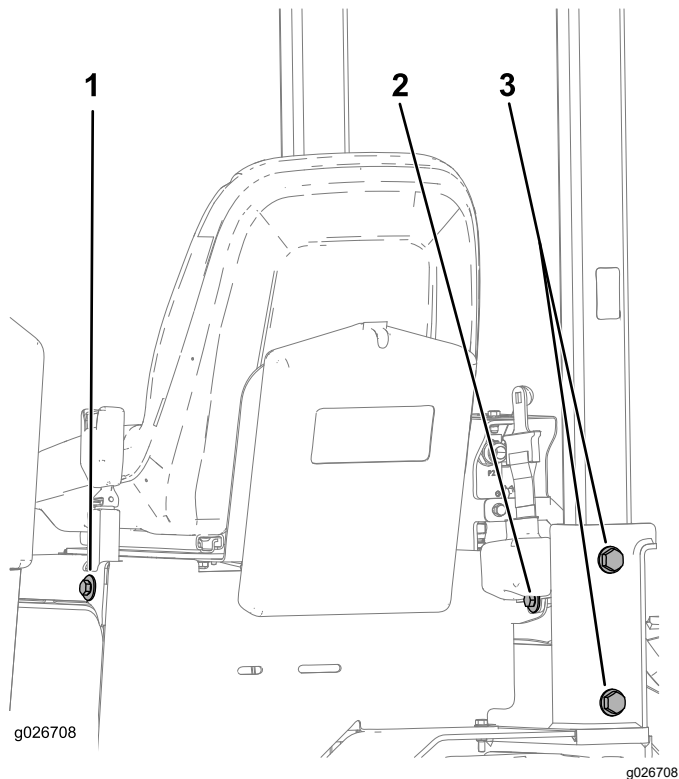

Рисунок 47
1. Убедитесь, что 4 болта, которые крепят штангу ROPS к шасси машины, затянуты с моментом от 203 до 223 Н·м; см. Рисунок 47.
2. Убедитесь, что болты и гайки, крепящие механизм втягивания ремня безопасности и пряжку ремня безопасности к сиденью, затянуты с моментом от 104 до 115 Нм; см. Рисунок 47.